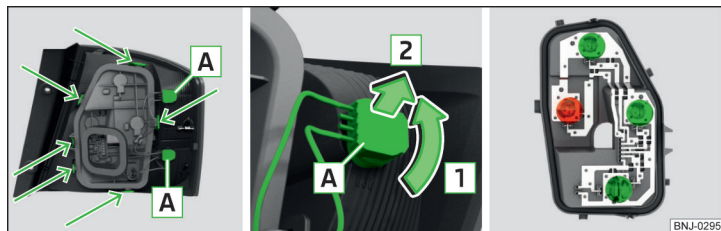

Fig. 293 Partea exterioră a lămpii/Scoaterea becului/Suportul de lampă
- Rotiți becul respectiv până la limita în **sens antiorar** » fig. 293 și scoateți-l din suport.
- Rotiți soclul, împreună cu becul cu incandescență **A** în sensul săgeții **1** » fig. 293.
- Deblocați soclul becului în zonele marcate cu săgeți » fig. 293 și scoateți-l din lampă.